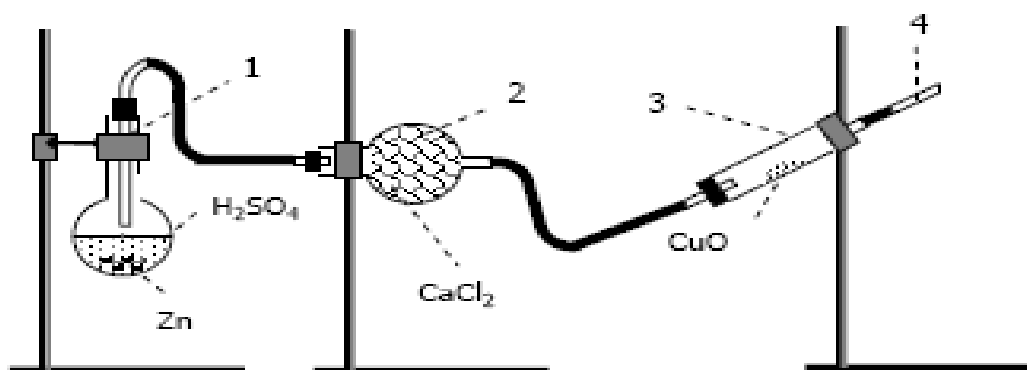

Рис.2. Установка для восстановления оксида меди(II).
А. Получение водорода. Собрать установку, представленную на рис. 2. Предварительно заполнить хлоркальцевую трубку (2) гранулированным хлоридом кальция (зачем?), в трубку (3) поместить (с помощью длинного бумажного «ковшика») 0,1 г оксида меди(II), а в отверстие выходной трубки (4) вставить тонкую медную проволоку.
В большую пробирку Вюрца 1 (рисунок 2) поместите 5 г бромида калия и 2,5 г дихромата калия и прилейте 2 мл воды. Газоотводную трубку 2 опустите в пробирку-приемник 3, охлаждаемую в ледяной бане 4 водой со льдом. Осторожно прибавьте в пробирку 7 с реакционной смесью 5 мл концентрированной серной кислоты и закройте пробирку стеклянной пришлифованной пробкой. Осторожно нагрейте реакционную смесь пламенем газовой горелки и отгоните образовавшийся бром в пробирку-приемник 3. Напишите уравнения реакций. Полученный бром используйте в опытах по изучению его свойств.